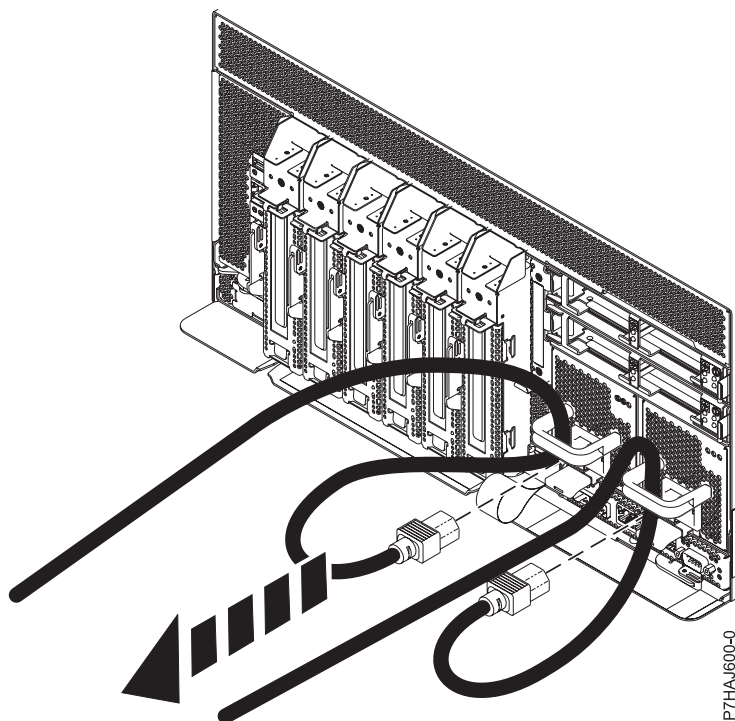

Figura 60. Extracció dels cables d'alimentació
3. Desconnecteu els cables d'alimentació de la unitat del sistema, tal com es mostra a Figura 60 a la pàgina 123.